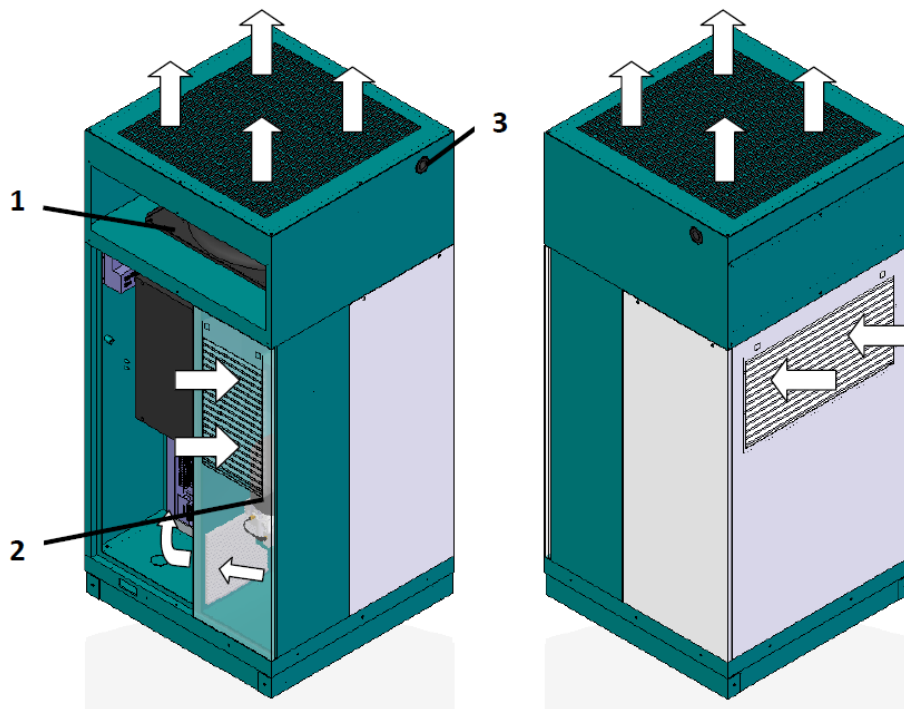

图 14: 油冷永磁37 – 75 kW螺杆式空压机流向图
- 冷却风扇 (图 14/1)
- 进气过滤器 (图 14/2)
- 压缩空气接口 (图 14/3)